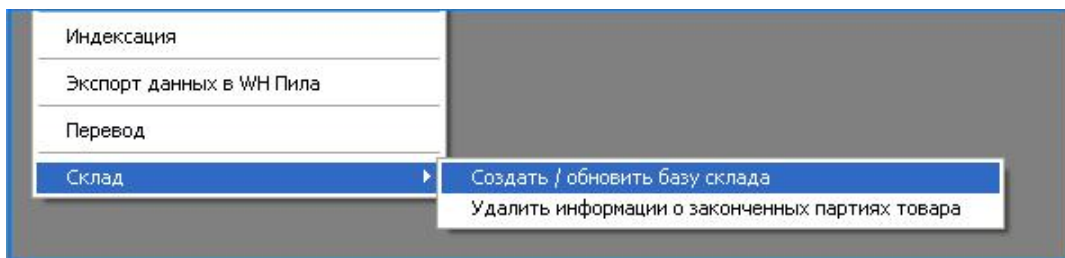

Рисунок 48. Создать/актуализировать базу склада
- **Создать/актуализировать базу склада (рис. 48)** – параметр создает новую или актуализирует старую базу склада в соответствии с новой версией программы. В случае, если версия программы **WH OKNA** будет изменена, следует запустить этот параметр для актуализации базы склада. В случае отмены актуализации модуль склада не будет правильно функционировать. Необходимо обратить на это особенное внимание.